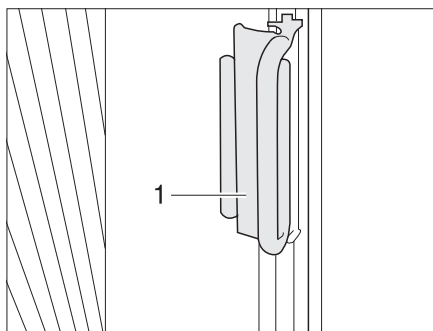

Fig. 85 Impugnatura tendina oscurante pieghevole del parabrezza
- Afferrare l'impugnatura (Fig. 85,2) delle tendine oscuranti pieghevoli su entrambi i lati del parabrezza e chiudere verso il centro del parabrezza tirando con prudenza finché il fermo magnetico non blocca la tendina oscurante pieghevole.